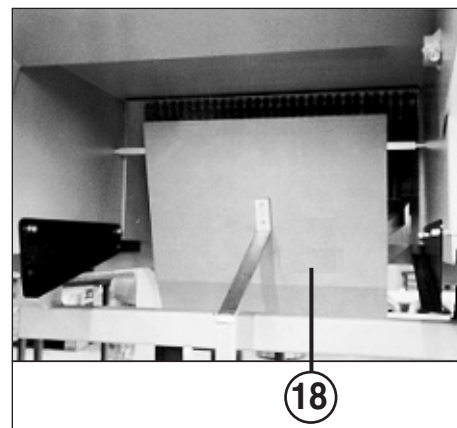

Fig. 3
- O **recipiente de recolha (23)** é puxado completamente por baixo?
- O **recipiente de recolha (23)** está cheio?
- A **válvula de comando (18)** (fig. 3) é livremente móvel para a indicação "Recipiente de recolha cheio"?